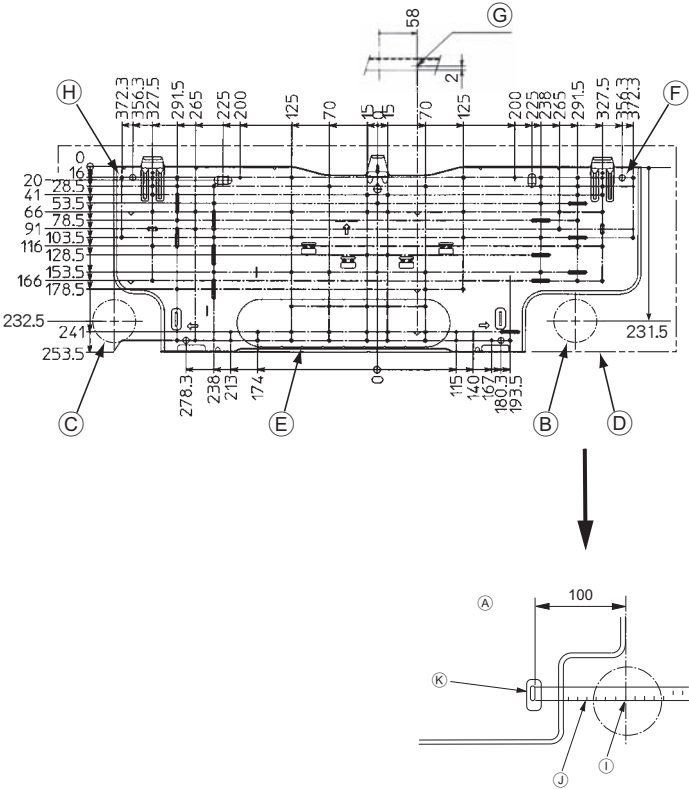

Fig. 3-2
■ PKFY-P-VHM-E (Fig. 3-2)
- A Placa de montaje ①